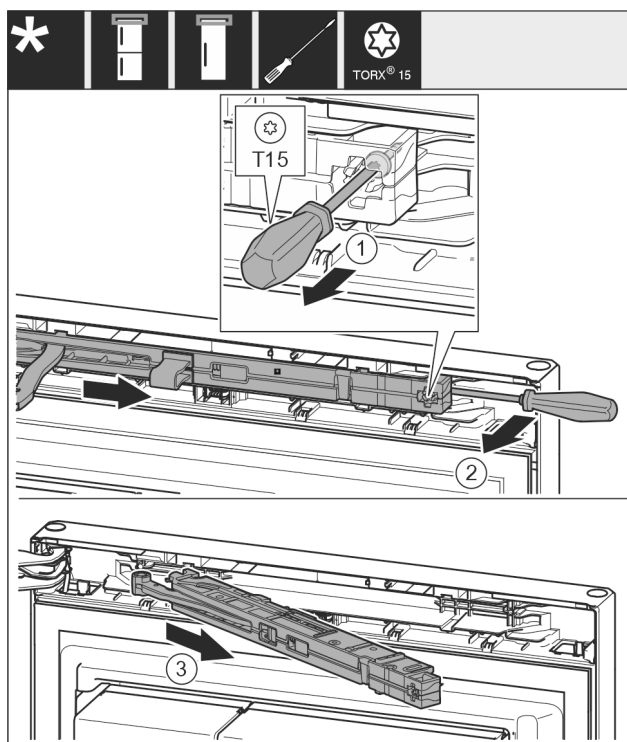

Fig. 13
- ▶ Vijak Fig. 13 (1) na jedinici prigušivača zatvaranja otpustite odvijačem 14 mm.
- ▶ Jedinicu prigušivača zatvaranja Fig. 13 (2) podignite odvijačem prema gore na strani ručke.
- ▶ Izvucite jedinicu prigušivača zatvaranja Fig. 13 (3).